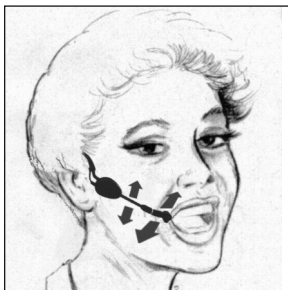

Fig. 2: Posizionare il microfono.
1. Indossate il microfono come indicato nella fig. 2.
- Vedi fig. 2.